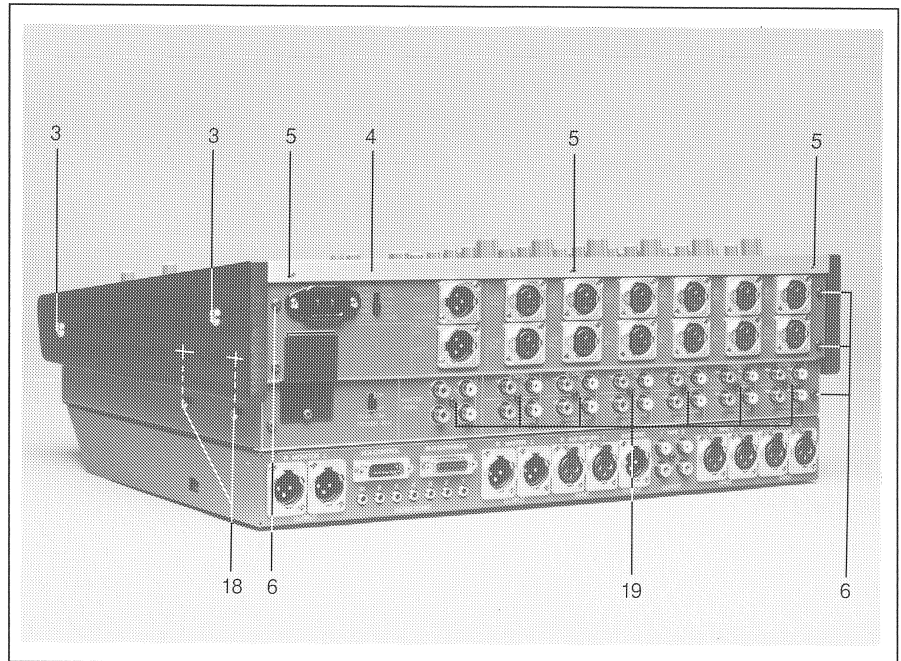

Fig. 3
- Je 2 Schrauben Fig. 3 [3] lösen.
- Obere Zierleiste Fig. 3 [4] entfernen (3 Schrauben [5]).
- An der Gehäuse-Rückwand 6 Schrauben Fig. 3 [6] entfernen.
- 4 Schrauben Fig. 3 [18] lösen (Zwei der Schrauben unter der Seitenblende).
- 7 Schrauben Fig. 3 [19] lösen und das untere Blech entfernen.